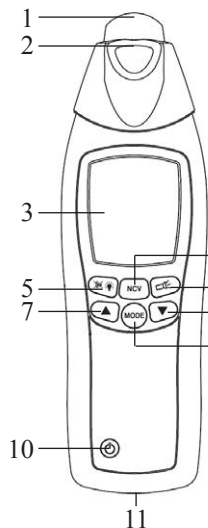

Рис. 4
- Для большей точности обнаружения на приёмнике должна быть выбрана минимальная чувствительность: все дугообразные кривые на графической шкале E (рис. 5). Настройка чувствительности производится с помощью кнопок  и  (рис. 4).